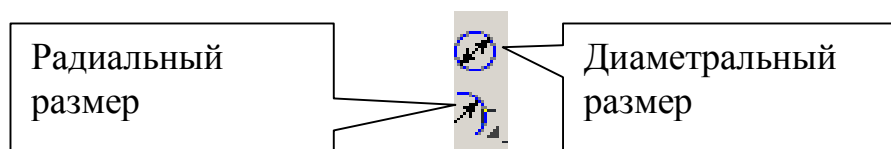

Рис. 7
2. Для простановки радиальных размеров на панели **Размеры**  активизируйте команду **Радиальный размер**, рис. 7.
3. Для простановки диаметральных размеров на панели **Размеры**  активизируйте команду **Диаметральный размер**, рис. 7. При простановке размеров числовые значения и стрелки не должны пересекаться штриховкой и линиями. Для этого необходимо выполнить следующую настройку: **Сервис – Параметры – Текущий фрагмент – Перекрывающиеся объекты**.